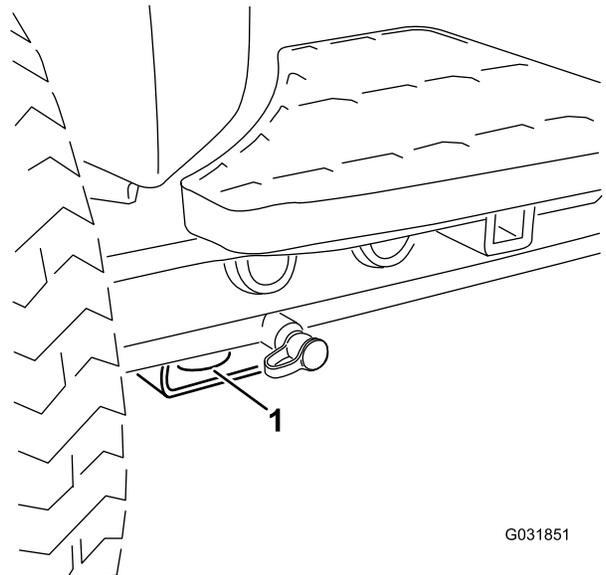
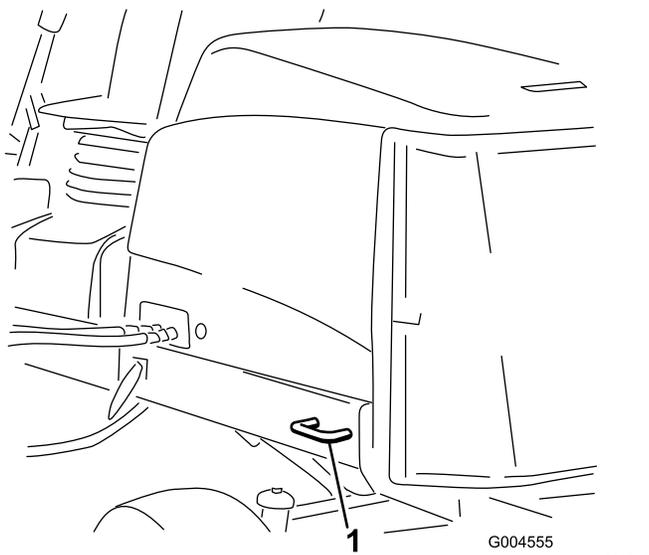

図 69
図 70
- 車体が落下しないように確実に固定してください。機体の前後に取り付けた固定ロープは、どちらも機体を外側に引っ張るように配置してください 図 69と図 70を参照。
- 前各前輪の内側、アクスルチューブの下にある四角いパッド 図 69
- 後車両の左右側それぞれの後フレーム 図 70